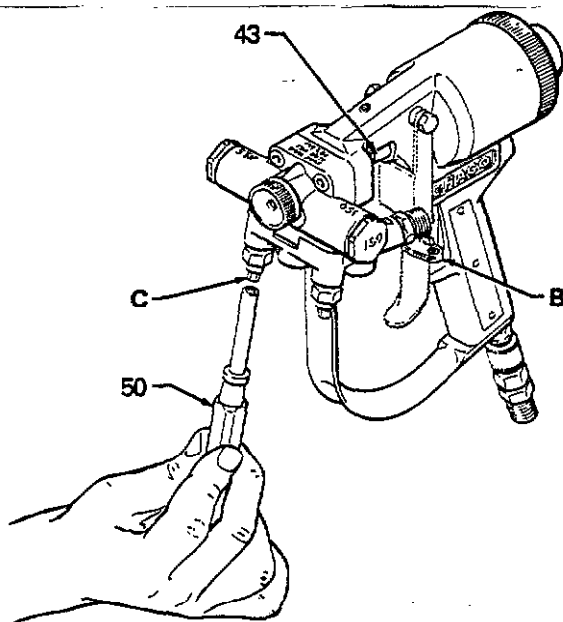

Fig 16
Para mantener la pistola limpia durante la pulverización, recubrirla con grasa o cubrirla con una bolsa de plástico. Cuidar que el protector de plástico (43) esté instalado alrededor de la superficie expuesta de la aguja. Ver Fig. 16.